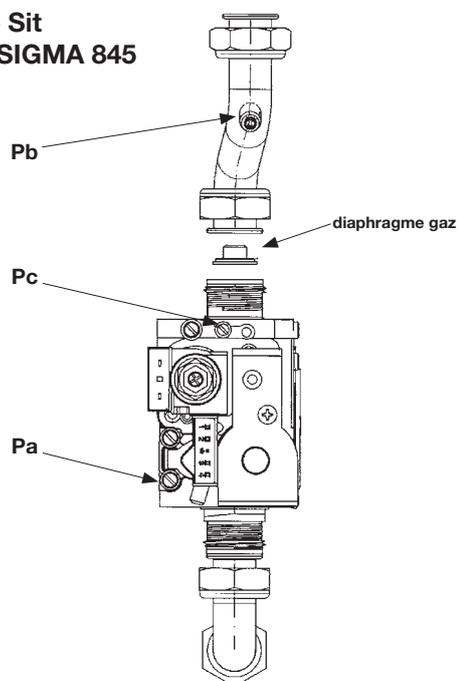

Figure 11
- relier la prise de pression positive d'un manomètre différentiel, si possible à eau, à la prise de pression (**Pb**) de la soupape du gaz (figure 11). Brancher la prise négative - des modèles à chambre étanche - du manomètre à un "T" afin de relier la prise d'équilibrage pression de la chaudière, la prise d'équilibrage pression de la vanne gaz (**Pc**) et le manomètre. (On obtient le même résultat en reliant le manomètre à la prise de pression (**Pb**) sans le panneau avant de la chambre étanche);
- Vérifier que la pression d'alimentation de la chaudière, mesurée à la prise de pression (**Pa**) de la vanne gaz (Figure 11) est correct (**37 mbar** pour le gaz propane, **28 mbar** pour le gaz butane, **20 mbar** pour le gaz méthane ou **25 mbar** pour le gaz G25);